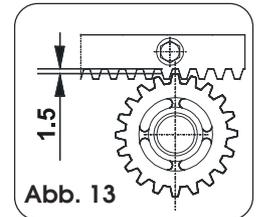

Abb. 13
- Nach Abschluß der Installation der Zahnstange sollte die Position des Getriebemotors um ca. 1,5 mm (Abb. 13) abgesenkt werden, um ein korrektes Eingreifen in das Ritzel zu gewährleisten.